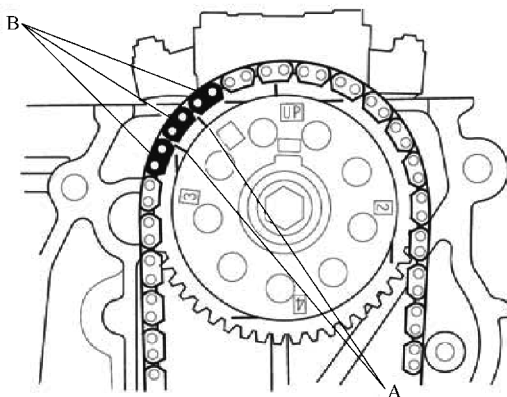

图 11-26 对准凸轮轴链轮正时标记
5) L15A 发动机：将凸轮链条安装到凸轮轴链轮上，使指针 A 与三个涂色链节 B 对准，如图 11-26 所示。